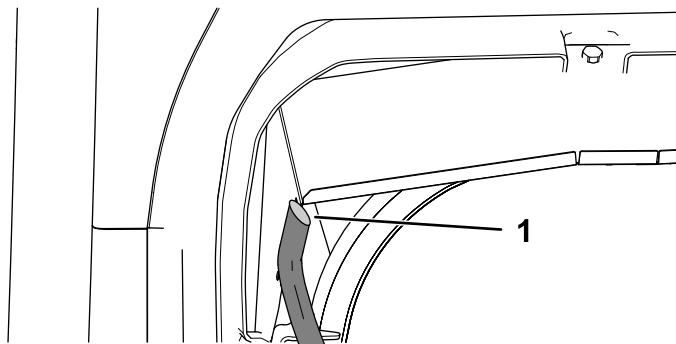

Figure 44
7. Pincez chaque extrémité du tube transparent et coupez-le à un angle de 45° (Figure 44).
8. Placez le tube transparent au fond de la gouttière d'évacuation de sorte que le haut de l'angle soit à l'extérieur de la machine mettez-le en place (Figure 44).